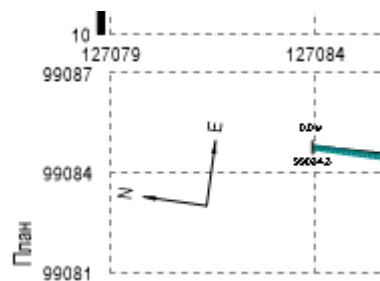

Рис.57 Поворот указателя N-E
**Примечание:** После выравнивание 3D трассы по горизонтали указатель Север-Восток (N-E) в плане будет повернут так, чтобы отражать реальное направление на север и восток (Рис.57 на стр.73 ).